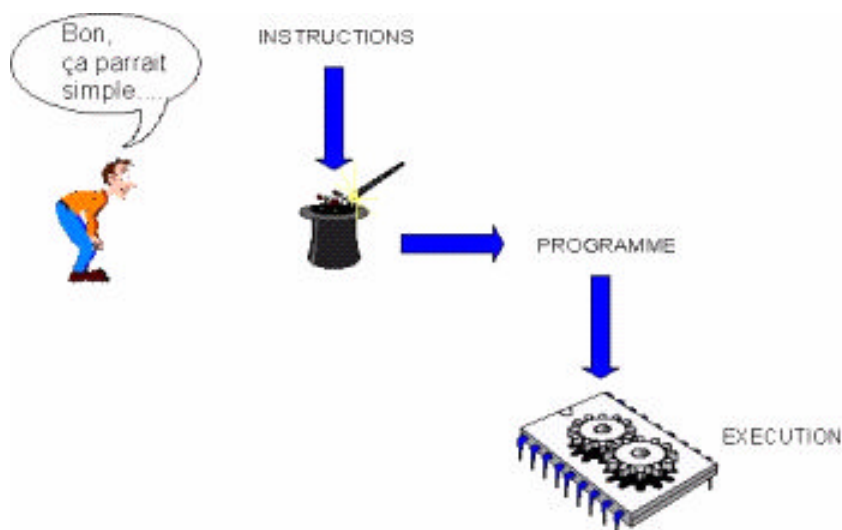

Figure 1 – Les instructions et le programme
Les instructions sont des commandes préprogrammées et figées dans le PIC, elles permettent à un programmeur de les enchaîner pour réaliser un programme. Il ne faut surtout pas oublier qu'un programme n'est ni plus ni moins qu'une succession d'ordres devant être exécutés par le microcontrôleur (**figure 1**). Dans une précédente leçon nous avons vu que le registre compteur de programme (CP) du PIC était chargé de pointer la case mémoire contenant l'instruction devant être exécutée, puis ce fameux registre CP s'incrémente automatiquement afin d'aller chercher la prochaine instruction et ainsi de suite jusqu'à la fin du programme, qui peut bien sûr se reboucler...